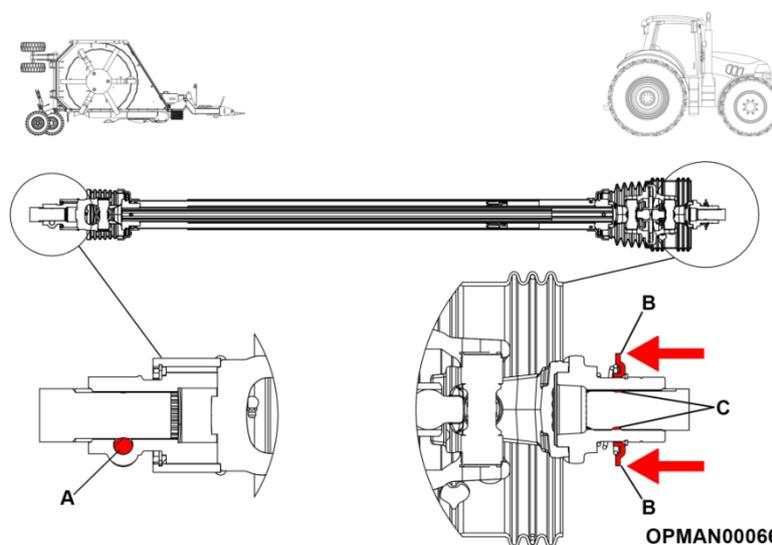

Figure 4.10 – Pose et dépose de l'arbre d'entrée de la Multicut
4.5.1.2 Installez l'arbre de PDF d'entrée sur le réducteur répartiteur en alignant la fente de l'arbre du réducteur sur l'emplacement où sera installée la goupille conique de l'arbre d'entrée ; voir la Figure 4.10 (A). Reposez la goupille conique, la rondelle plate et l'écrou, et serrez à 230 N·m (170 pi/lb).
4.5.1.3 Tirez le collier de la chape de l'arbre d'entrée en arrière et alignez les rainures et les cannelures sur celles de l'arbre de PDF de sortie du tracteur ; voir la Figure 4.10 (B).
4.5.1.4 Poussez la chape de la transmission sur l'arbre de PDF de sortie du tracteur, relâchez le collier de verrouillage et ajustez la position de la chape de l'arbre d'entrée jusqu'à ce que les billes du collier de verrouillage soient engagées sur l'arbre de PDF de sortie du tracteur ; voir la Figure 4.10 (C).
- 4.5.1.6 Tirez le collier de la chape de l'arbre d'entrée en arrière et retirez l'arbre de l'arbre de sortie cannelé du tracteur ; voir la Figure 4.10 (B).